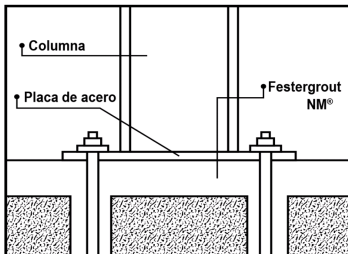

Fig 2. Recibir placas de apoyo
- Recibir columnas de apoyo para estructuras metálicas (fig. 2)